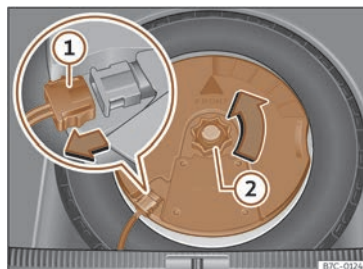

Fig. 212 En el maletero: desmontar el subwoofer.
- Desconecte el cable del altavoz subwoofer >>> **fig. 212 ①**.
- Gire la ruedecilla de fijación en sentido contrario a las agujas del reloj >>> **fig. 212 ②**.